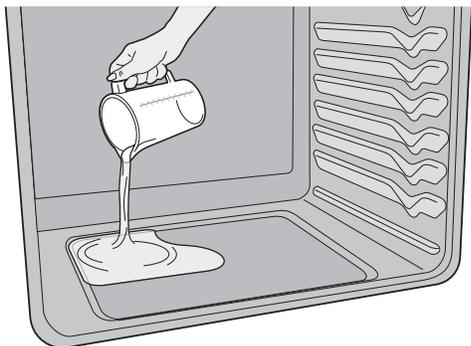

Figure 36 : Ajouter 235 ml (8 oz) d'eau distillée
3. Versez 235 ml (8 oz) d'eau distillée ou filtrée sur la sole du four (voir figure 36). Fermez la porte du four.